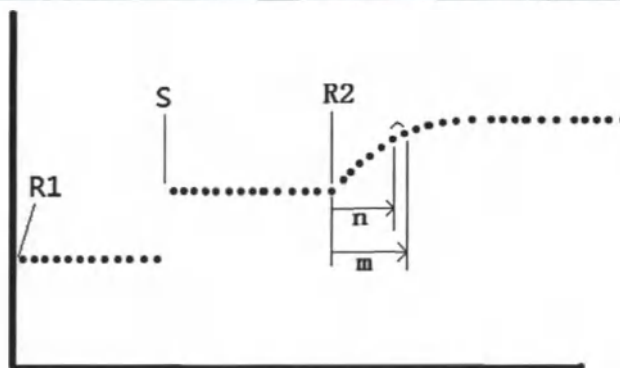

Рисунок 81 – Перед добавлением второго реагента
4) Настройка четвертой контрольной пробы, второй реагент (R2) устанавливается в качестве узла, необходимо выбрать **After Adding R2** (после добавления второго реагента) в качестве пустого интервала, как показано на рис.81, R2 – добавление точки второго реагента, поглощающая способность контрольной пробы соответствует среднему поглощению от точки n до точки m .